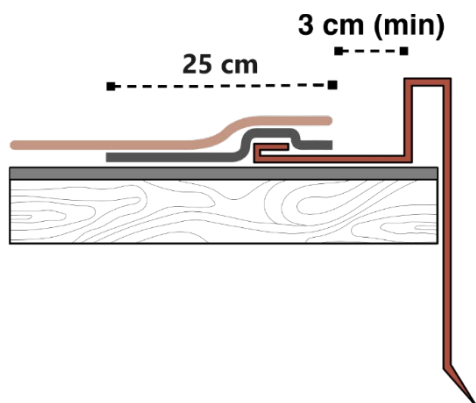

**Fig. 14** - Posa tegole sul compluvio
- Tagliare trasversalmente lo spigolo superiore della tegola al compluvio - Fig. 14, in modo da convogliare l'acqua discendente lungo l'asse del compluvio. Sollevare le
tegole, una per volta e fissarle con il cannello alla membrana sottostante. In caso di una tegola granigliata sottostante, applicare del Bitustick per il loro fissaggio - Fig. 14